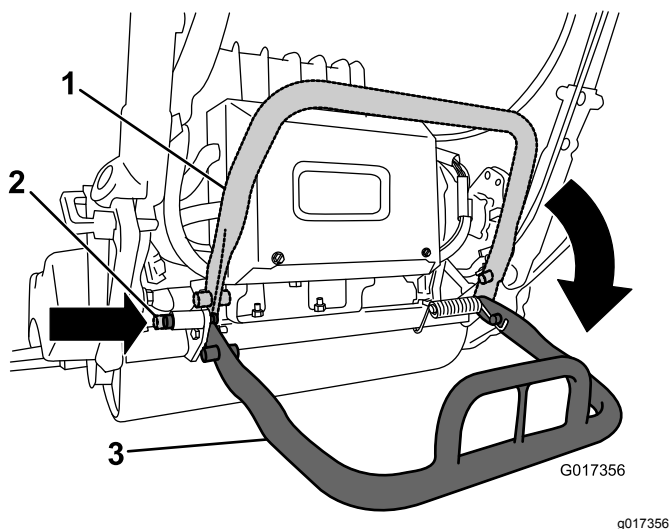

Рисунок 29
- Чтобы использовать откидную опору при демонтаже барабана, опустите ее и нажмите на стопорный штифт для фиксации опоры в рабочем положении (Рисунок 29).